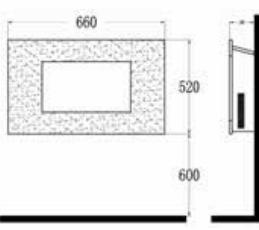

Rys. 2.
4. Upewnić się, że jest wystarczająca ilość miejsca wokół nagrzewnicy. Patrz rysunek 2.
- Należy przestrzegać minimalnych odległości (patrz rys. 2).